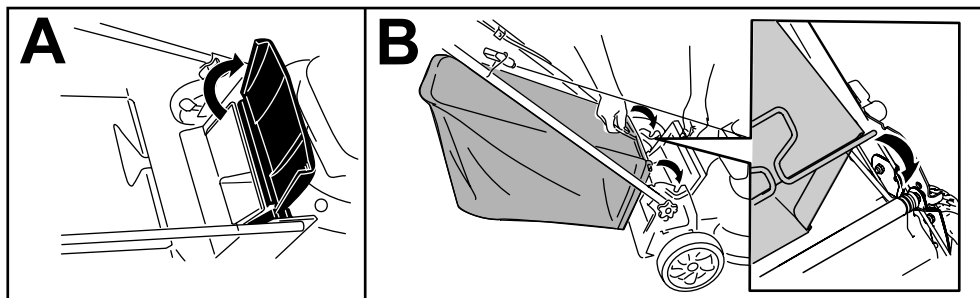

Figure 21
1. Soulevez le déflecteur arrière et gardez-le dans cette position (A de Figure 21)
2. Montez le bac à herbe en veillant à placer les ergots dans les crans du guidon (B de Figure 21).